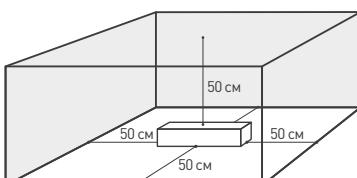
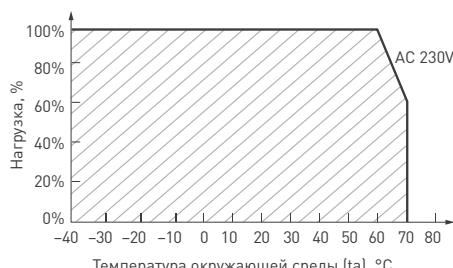

Рис. 2. Свободное пространство вокруг источника
Рис. 3. Максимальная допустимая нагрузка, % от мощности источника
- 4.3. Для естественной вентиляции обеспечьте не менее 50 см свободного пространства вокруг источника питания, как изображено на рис. 2. При невозможности обеспечить свободное пространство используйте принудительную вентиляцию. В случае установки в ограниченном пространстве [например, лайтбокс или профиль] предусмотрите обеспечение требуемого температурного режима источника питания согласно рис. 3.
- 4.4. Не нагружайте источник питания более чем на 95% от его максимальной мощности. Учитывайте, что с повышением температуры окружающей среды, максимальная мощность источника питания снижается, см. график зависимости на рис. 3.